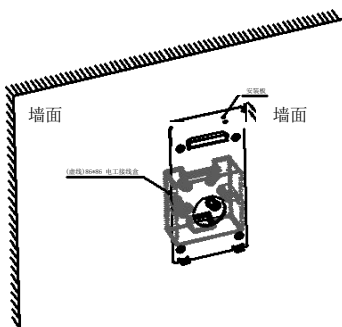

图 2-1
- 1、将安装板底部对齐电气接线盒底部，左右方向以中心对齐即两个配件相互居中，然后向下平移约 23 mm，与墙靠平，如图 2-1 所示